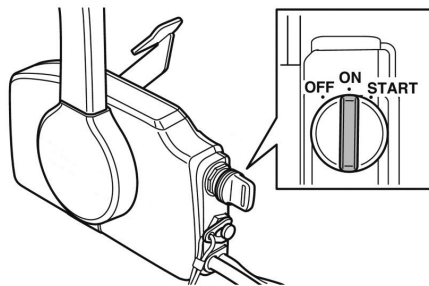

Рис. 32 Ключ зажигания в положении ON
1. Поверните ключ зажигания в положение ON (Рис. 32).